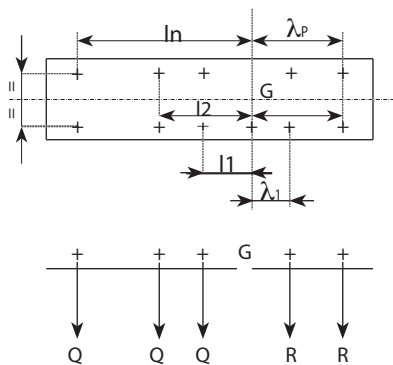

Fig. 15
• **Caso con più di 4 punti di fissaggio (fig.15)**